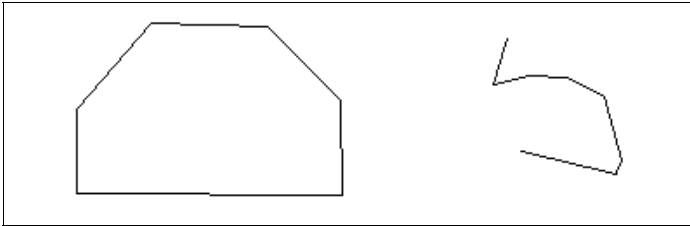

Рис. 2.67. Примеры замкнутой и открытой полилиний
*Полилиния* — это составной примитив из одного или нескольких связанных между собой прямолинейных и дуговых сегментов (рис. 2.67). Полилиния обрабатывается как единое целое (например, при редактировании или удалении).